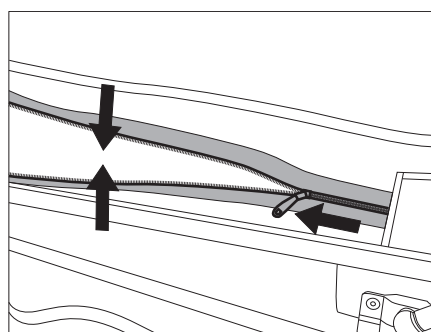

Fig. 49 Alleviare la chiusura lampo
- ▷ Quando si chiude la chiusura lampo, tirare il tetto sollevabile verso il basso per non mettere la chiusura lampo sotto tensione trasversale (Fig. 49).